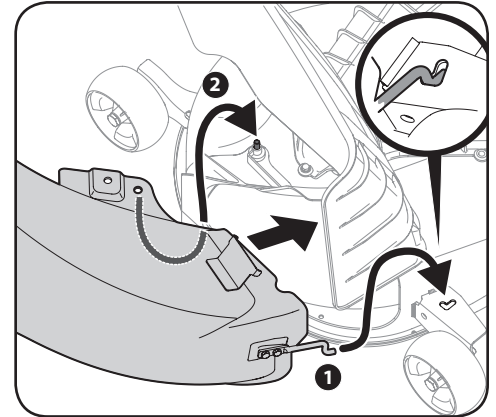

Figura 4-31
5. Antes del ensamblado, despegue las calcomanías adhesivas de la hoja y aplíquelas a las superficies interiores de los soportes del colgador de pesas del lado derecho e izquierdo, como se muestra en la Figura 4-31.